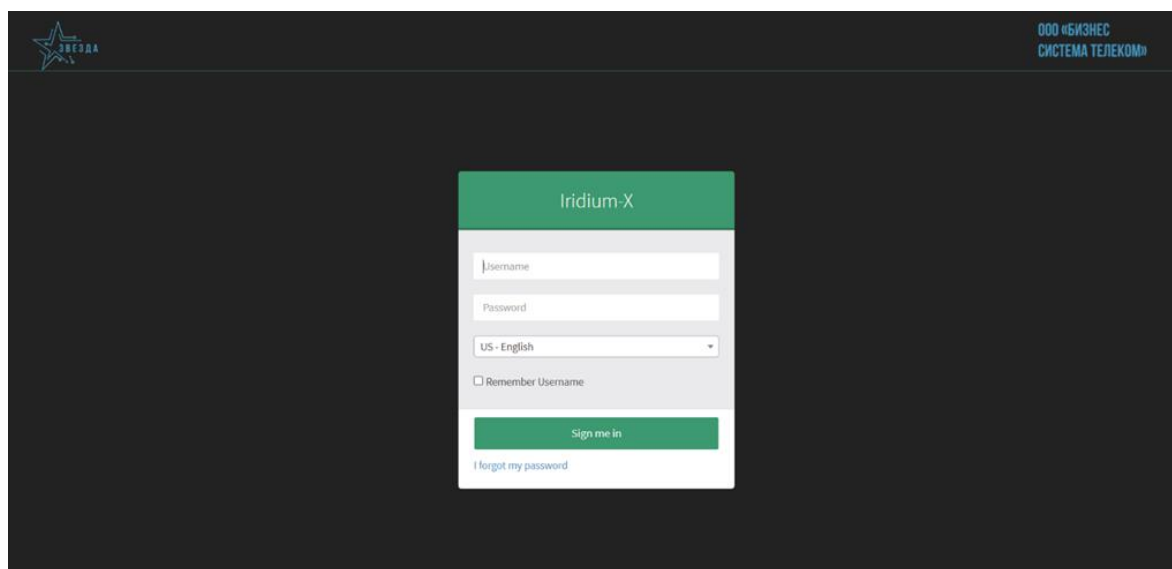

Рисунок 33 – Окно авторизации
2. Введите логин **admin** и пароль **lrldlum-x**, и нажмите клавишу **Enter** (см. Рисунок 33).